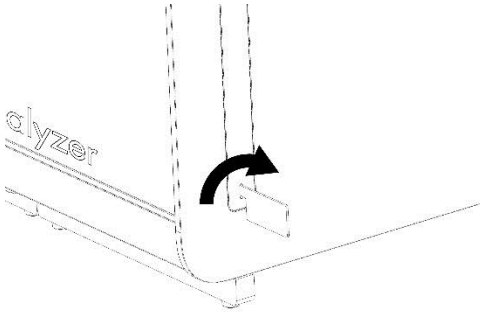

Figura 2. Retirada de las tapas de protección.
2. Retire las tapas de protección de la parte lateral del módulo analítico con la herramienta de retirada de la tapa de protección suministrada con el QIAstat-Dx Analyzer 1.0 (figura 2).